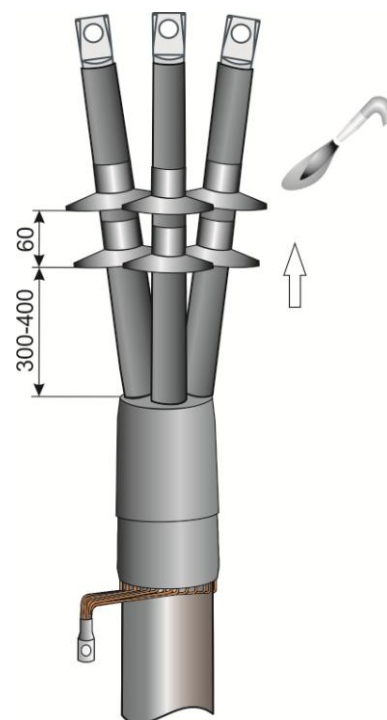

Рис.14
**14.** На жилы кабеля надеть фазные изоляторы и усадить их в соответствии с Рис.14.